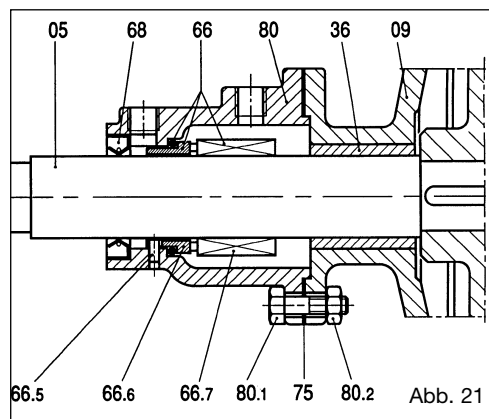
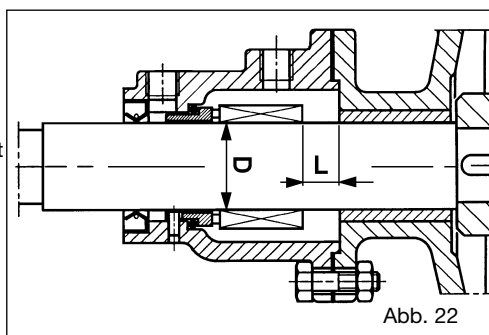

Abb. 21
Abb. 22
12.5 Montage einfache mechanische Dichtung ST4, ST5, ST6 (Abb. 21)
- Die Baugruppe Flansch-Halterung (09) einsetzen.
Anm.: Die Tabelle gibt den Durchmesser **D** der Welle und den Abstand **L** zwischen der Dichtung (66) und der Baugruppe Flansch-Halterung (09) an, wenn diese nicht blockiert ist, sondern auf der Rückseite des Rotors aufliegt (Abb. 22).
- Den festen Teil (66.6) sorgfältig in der Dichtungshalterung (80) montieren.
- Die Dichtungslippe (68) in der Dichtungshalterung (80) montieren.